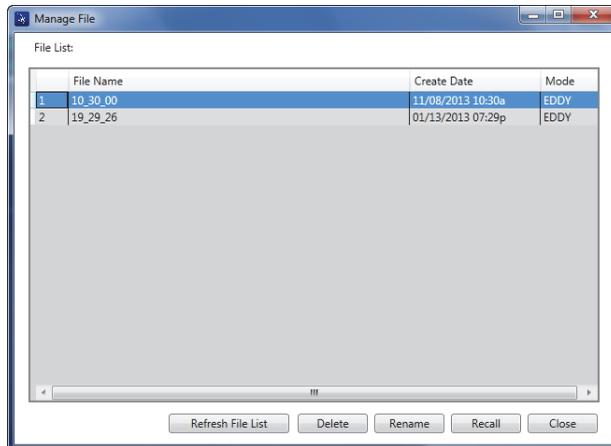

Figura 7-17 Cuadro de diálogo Manage File
El cuadro de diálogo **Manage File** aparece. Ver la Figura 7-17 en la página 226.
1. En el cuadro de diálogo **Manage File**, seleccione el archivo que desea suprimir; después, haga clic en el botón **Delete**. Ver la Figura 7-17 en la página 226.
1. En el cuadro de diálogo **Manage File**, seleccione el archivo que desea renombrar; después, haga clic en el botón **Rename**. Ver la Figura 7-17 en la página 226.
1. En el cuadro de diálogo **Manage File**, seleccione el archivo que desea consultar; después, haga clic en el botón **Recall**. Ver la Figura 7-17 en la página 226.
- ◆ En el cuadro de diálogo **Manage File** haga clic en el botón **Refresh File List**. Ver la Figura 7-17 en la página 226.